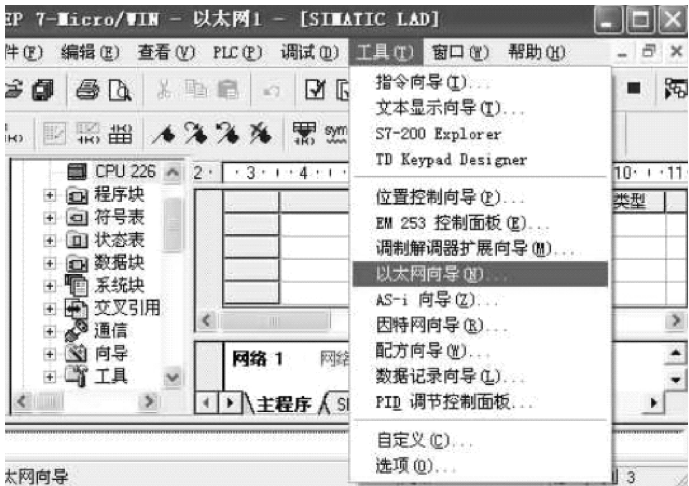

图 7-38 打开以太网向导
2) 然后单击“工具”→“以太网向导”，如图 7-38 所示，准备进行客户机的以太网组态。